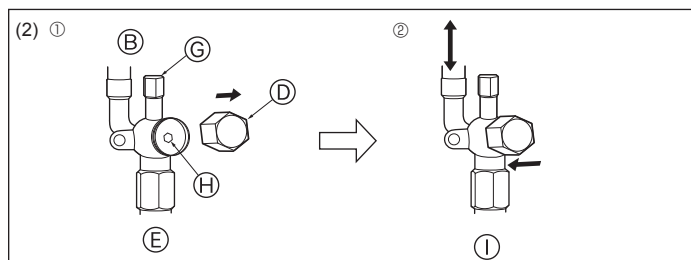

Fig. 4-10
(2) Lado do líquido (Fig. 4-10)